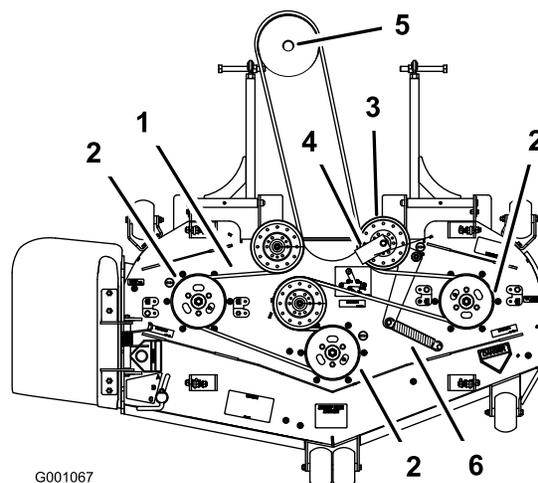

Bild 59
6. Verlegen Sie den neuen Riemen um die Mähwerk- und Getriebespanscheiben unter dem Motor (Bild 59).
7. Setzen Sie die Feder im Spannarm ein (Bild 59).
8. Setzen Sie die Riemenführung mit einem Winkel von 45 Grad auf dem gefederten Spannarm ein, siehe Bild 59.